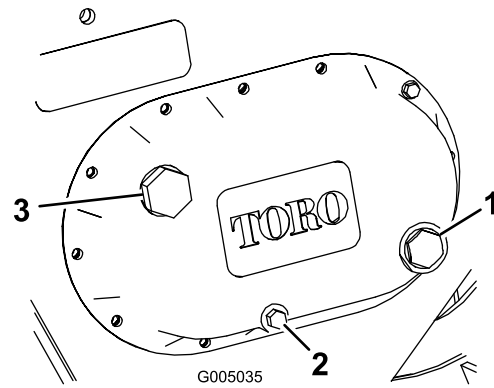

Figura 15
4. Togliete il tappo di spurgo (Figura 15) e lasciate fuoriuscire l'olio, raccogliendolo nel contenitore.
6. Togliete il tappo di riempimento (Figura 15) e riempite la scatola degli ingranaggi di lubrificante fino a raggiungere il livello indicato dal punto rosso dell'indicatore.
3. Controllate l'indicatore di livello sul fianco della scatola degli ingranaggi (Figura 15).
4. Se il livello del lubrificante è insufficiente, estraete il tappo di riempimento (Figura 15) e